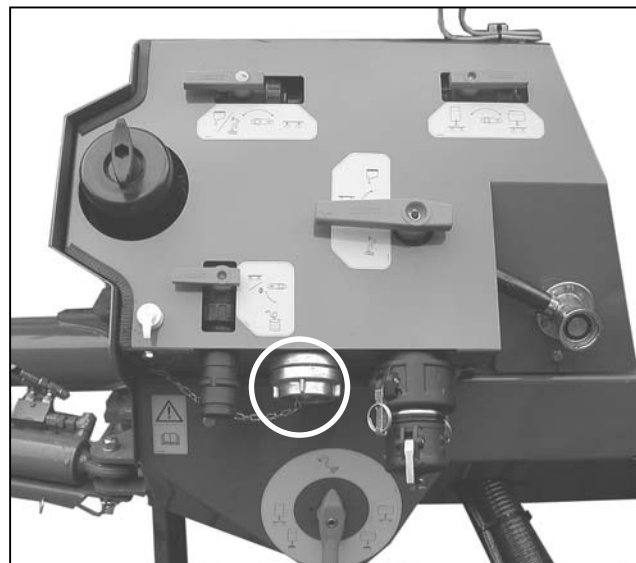

Fig. 10.8
Med påfyldningskoblingen (fig. 10.8) kan sprøjtevæskebeholderen eller rentvandsbeholderen fyldes op direkte fra vandforsyningen.
- Forbindelsen til vandledningen foregår igennem C-koblingen (fig. 10.8).